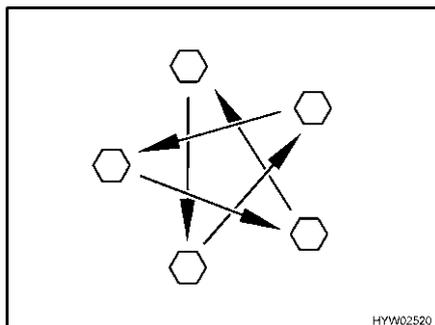

Fig. 245 Apretar las tuercas o los tornillos de las ruedas en forma de cruz
- Comprobar periódicamente que las tuercas o tornillos de las ruedas estén firmemente apretados. Reajustar en forma de cruz (Fig. 245) las tuercas o tornillos después de cambiar una rueda, al cabo de 50 km. Par de apriete, véase apartado 13.5.2.
- ▷ Apretar en forma de cruz las tuercas o los tornillos de las ruedas (Fig. 245).